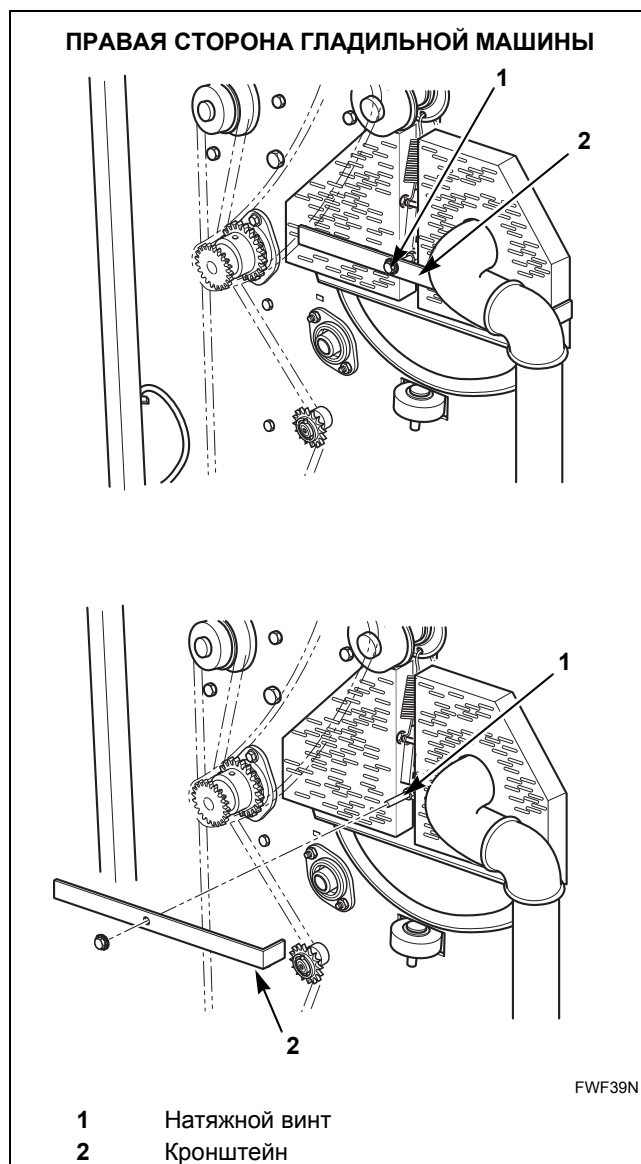

Рис. 29
2. Определите местоположение систем натяжения возвратных лент с каждой стороны гладильной машины. См. Рис. 29.